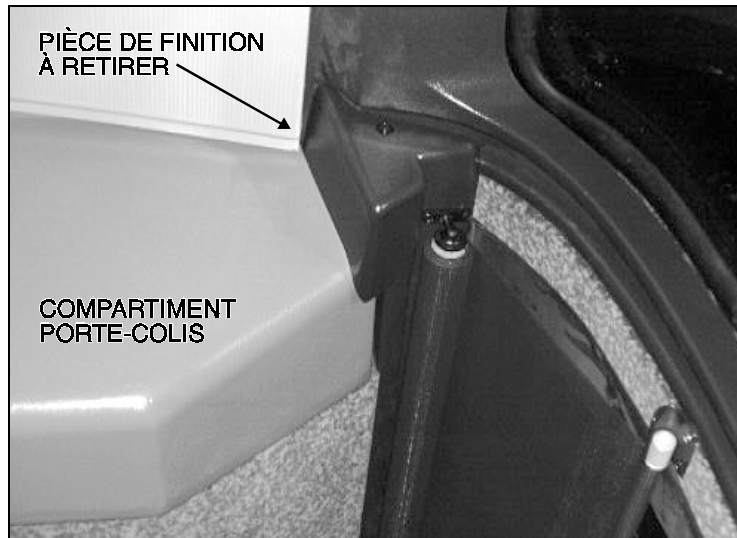

FIGURE 8
9. Retirer la pièce de finition située à l'avant du premier compartiment porte-colis (Fig. 8).
6. Retirer la pièce de finition située à l'avant du premier compartiment porte-colis (voir figure 8, page 11).
4. Retirer la pièce de finition située à l'avant du premier compartiment porte-colis (voir figure 8, page 11).